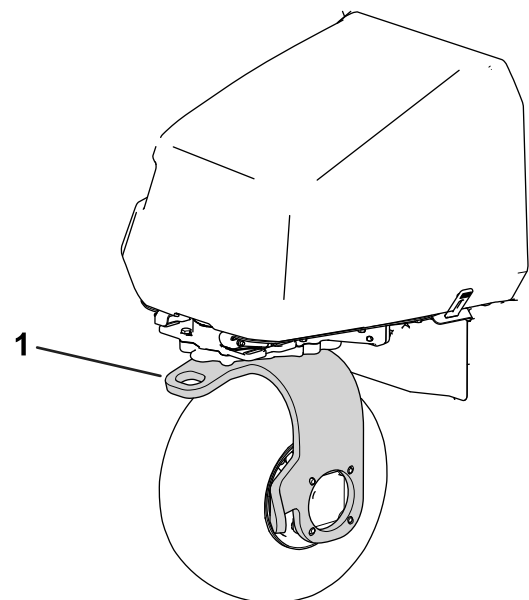

Figura 34
11. Não utilize a forquilha da roda traseira para rebocar a máquina (Figura 34).